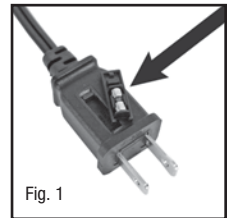
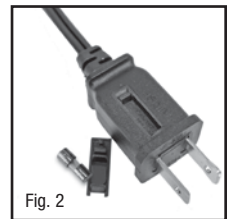

Fig. 1
Fig. 2
2. Si su ventilador pierde potencia y sospecha que el fusible de su ventilador se ha fundido, debe primero retirar el sujetador del fusible de repuesto adjunto al cable de corriente (Fig. 1). Retire el fusible de repuesto del sujetador de plástico y déjelo a un lado (Fig. 2).
El ventilador de alto velocidad Turbo Force^{MR} tiene un diseño aerodinámico que le ofrece versatilidad para cambiar su ángulo de dirección simplemente ajustándolo al ángulo de salida que usted desee (Fig.1). Al usar este ventilador, usted sentirá una corriente de aire fuerte y potente, la cual se moverá rápidamente para proporcionar un efecto enfriante.
- Para hacer funcionar gire la perilla de control al ajuste de velocidad deseado: ALTA (III), MEDIA (II) o BAJA (I) (Fig. 2).